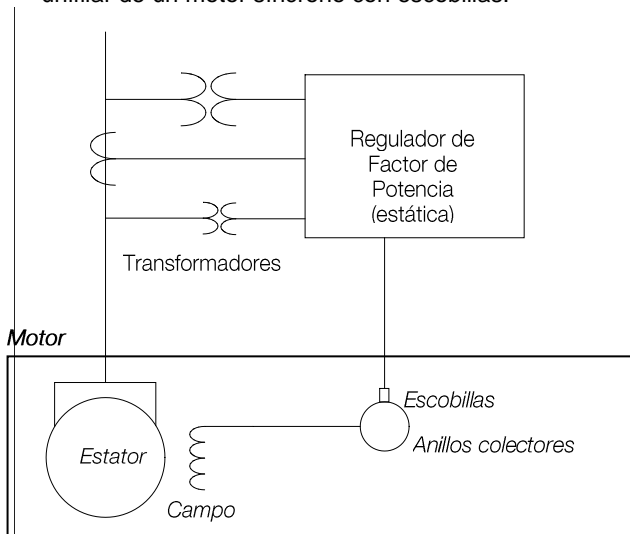

Figura 4.5: Esquema de conexión general (motor síncrono con escobillas)
- La Figura 4.5 presenta el esquema de conexión unifilar de un motor síncrono con escobillas.